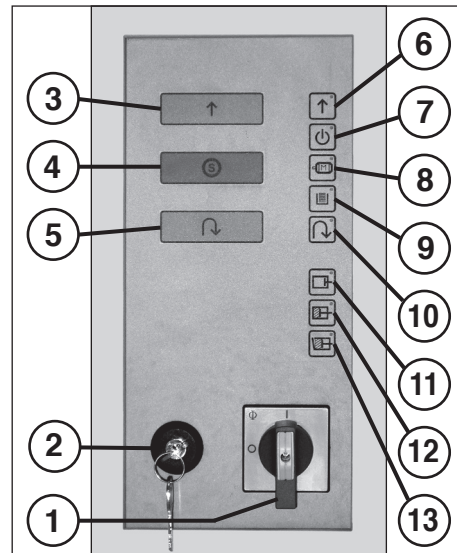

fig. 6
- 2. Déverrouiller le commutateur de verrouillage (2) et appuyer sur le poussoir « Avance mécanisme de coupe » (3) (fig. 6).
UTILISATION DU DESTRUCTEUR DE DOCUMENTS (fig. 6):
ÉLÉMENTS DE COMMANDE (fig. 6, 7 et 8):
1 = Interrupteur général (arrêt d'urgence) (fig. 6)
2 = Commutateur de verrouillage (fig. 6)
« Avance mécanisme de coupe » (fig. 6)
« Arrêt mécanisme de coupe » (fig. 6)
« Recul mécanisme de coupe » (fig. 6)
« Prêt à fonctionner » (fig. 6)
« Défaut moteur » (fig. 6)
« Vérin en arrière » (fig. 6)
« Balle terminée » (fig. 6)
a) « Volet ouvert » (fig. 6)
b) « Bourrage en sortie » (fig. 6)